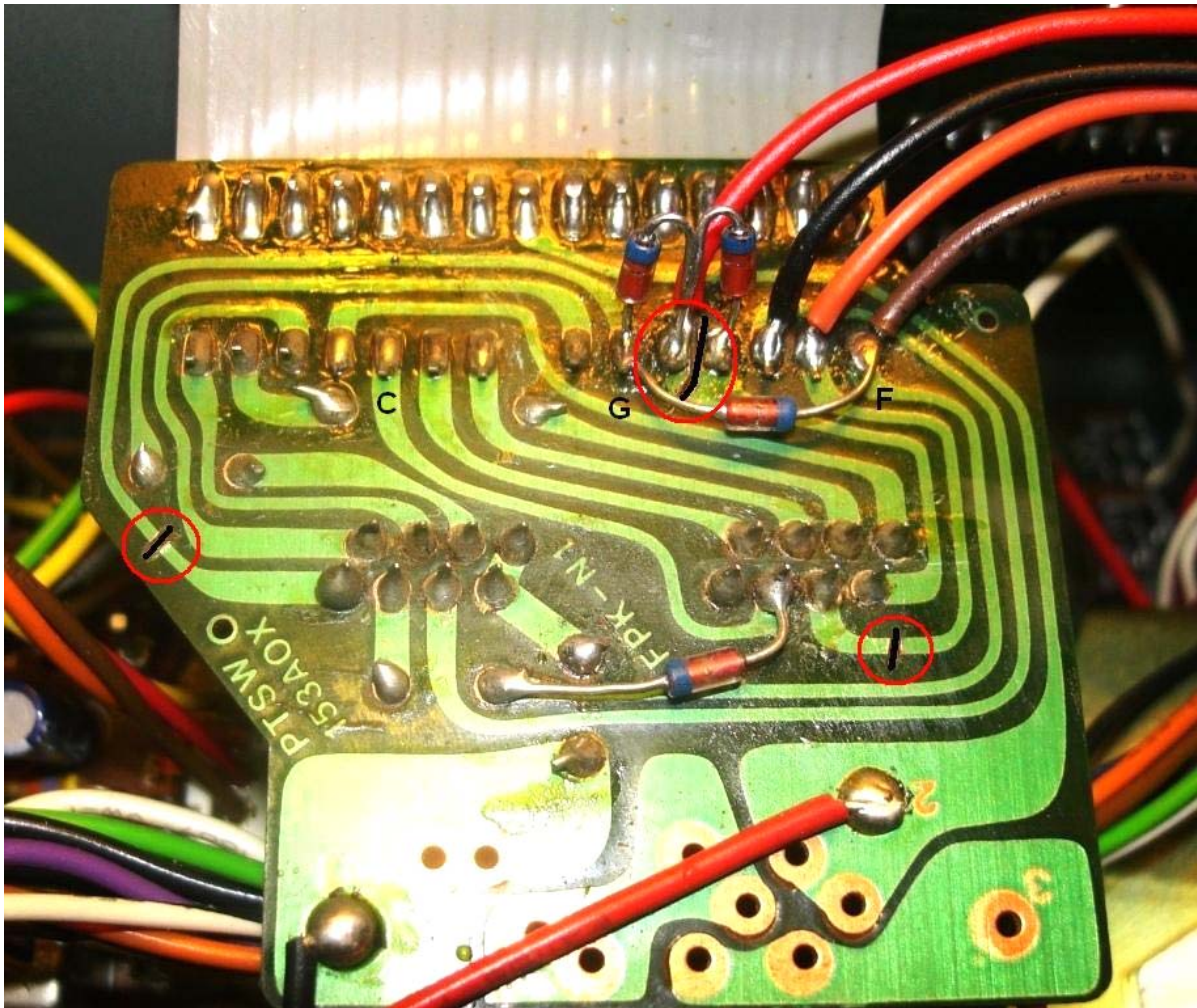

Bild 3: Anschluß Led-Anzeige Modul v3
**3 Leiterbahnen** schneiden lt. Bild 3 (schwarz/rot)
**4 Leitungen** vom Modul (schwarz, braun, rot, orange) lt. Bild 3 anschliessen